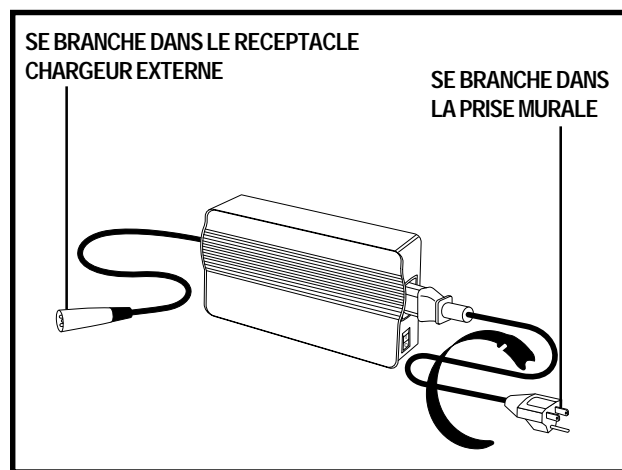

Figure 12A. Chargeur externe
4. Branchez le connecteur 3-branches du chargeur dans le réceptacle du chargeur. Voir la figure 12A.